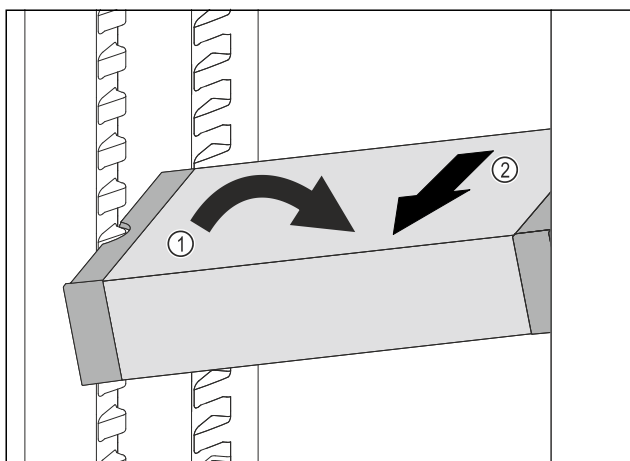

Fig. 93
- VarioSafe ustawić w chłodziarce pod skosem. Fig. 93 (1)
- VarioSafe wyjąć do przodu. Fig. 93 (2)